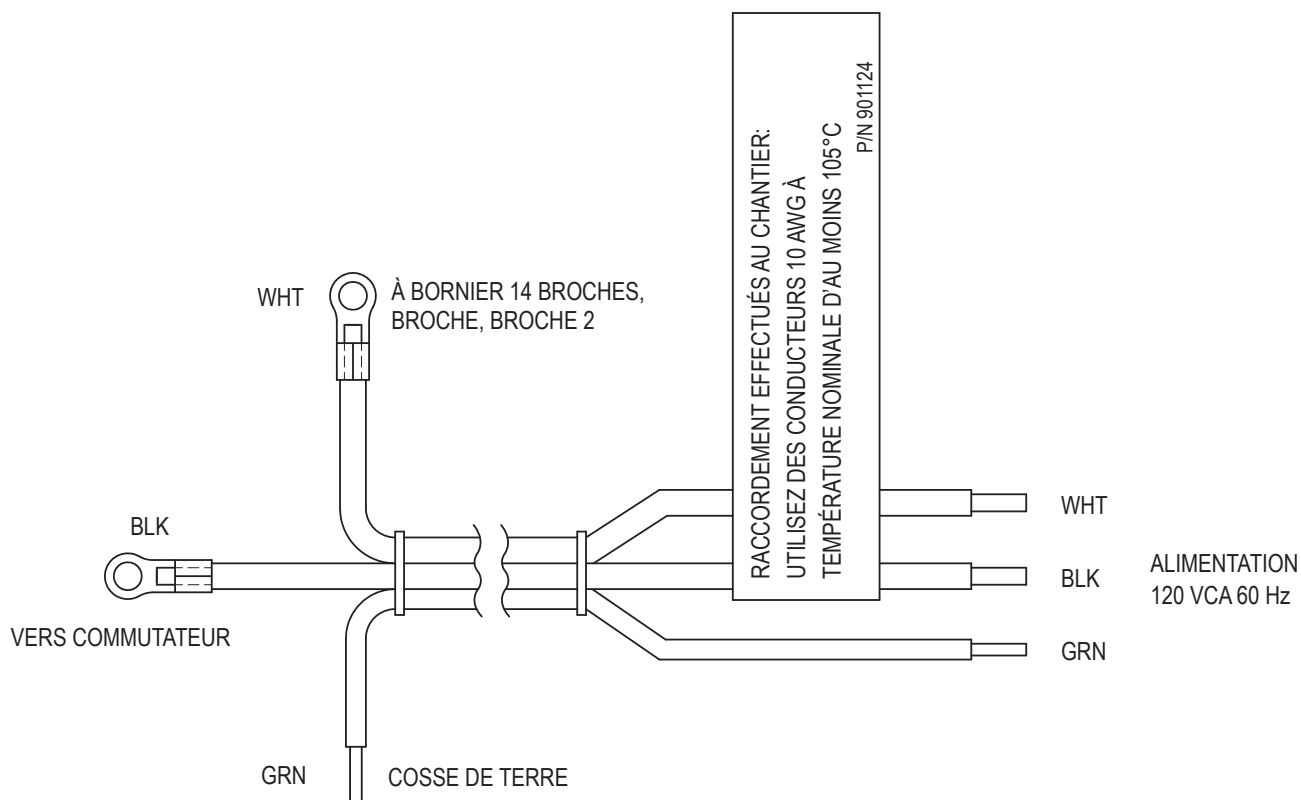

Figure 19. Harnais 8, modèles 2100 à 4001
8. À l'intérieur de la boîte de jonction, le HARNAIS 8 relie l'alimentation 120V au bornier à 14 broches, voir **Figure 19**.